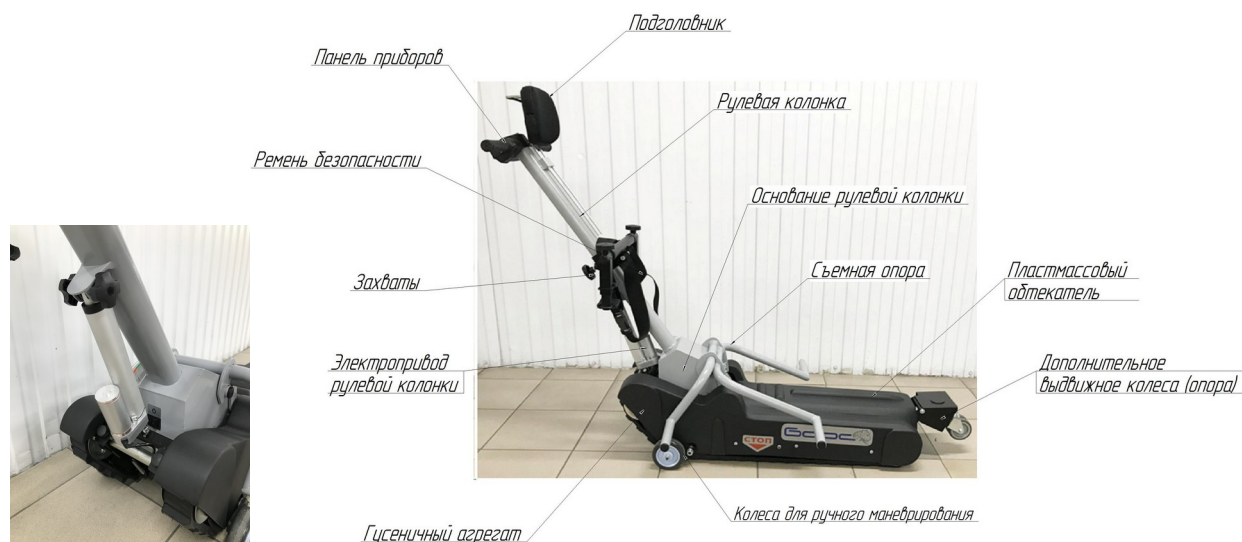
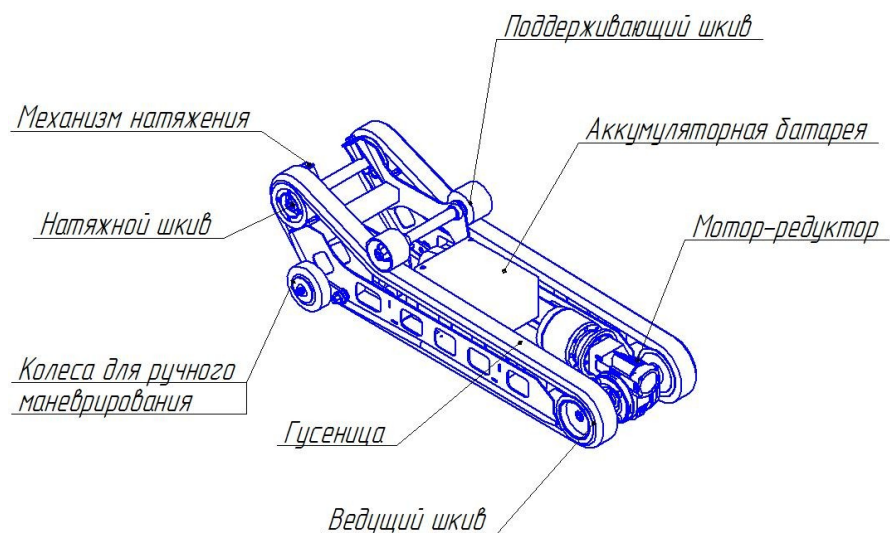

Рис.1. Подъемник Барс-УГП-130 без опциональной платформы
Рис.2. Подъемный агрегат без защитного кожуха
В этом случае кресло-коляска устанавливается на опоры для колес и закрепляется захватами за спинку коляску (Рис.1).
- **Подъемный агрегат** (Рис.2) выполняет функцию перемещения кресла-коляски с человеком по ступеням лестничных маршей. Подъемный агрегат закрытого типа, внутри которого размещен рабочий механизм с электрическим приводом.
Рулевая колонка с основанием закреплена на подъемном агрегате и приводится в движение с помощью электропривода (Рис.1)
- **Съемная опора** (Рис.1) выполняет функцию надежной фиксации колес кресла-коляски на основании рулевой колонки и безопасного перемещения подъемника по лестнице. Для каждого заднего колеса кресла-коляски предусмотрены две опорные трубы.
- **Аккумуляторная батарея** (Рис.2) выполняет функцию автономного обеспечения электропитанием систем управления и электродвигателя рабочего механизма. Установлена на раме агрегата под пластмассовым обтекателем (Рис.1).